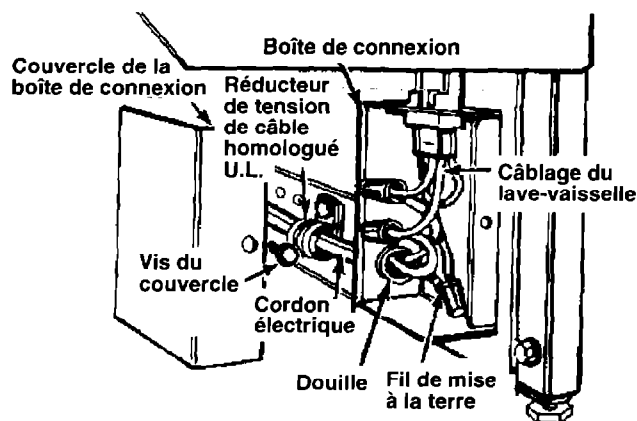

Figure 6
3. Déposer les connecteurs des fils du cordon électrique et de mise à la terre. (Voir la Figure 6.)